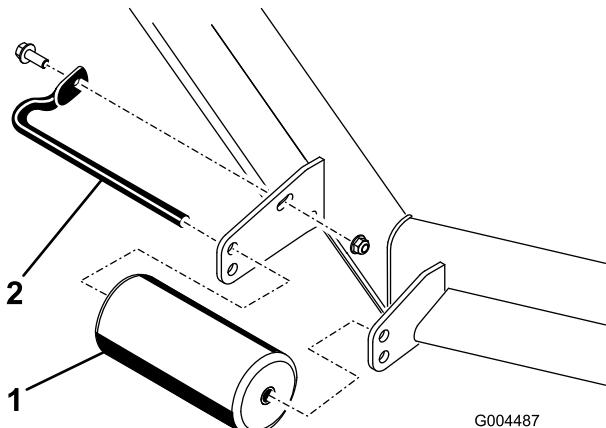

Figura 28
4. Retire los herrajes que fijan cada rodillo a la carcasa del cortacésped y mueva los rodillos hacia arriba o hacia abajo según sea necesario; consulte Figura 28 a Figura 32 según corresponda a su cortacésped.